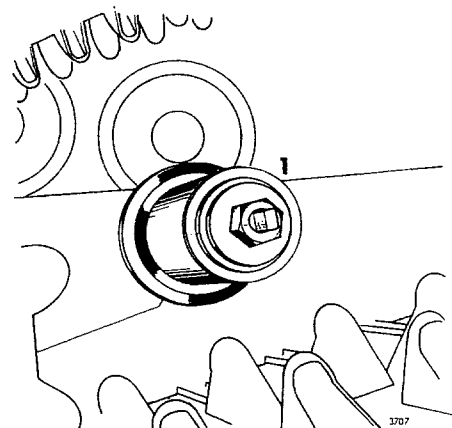

Fig 13-6. Demontering av bussning
8. Anbringa urdragaren och dra ut bussningen, se fig 13-6.